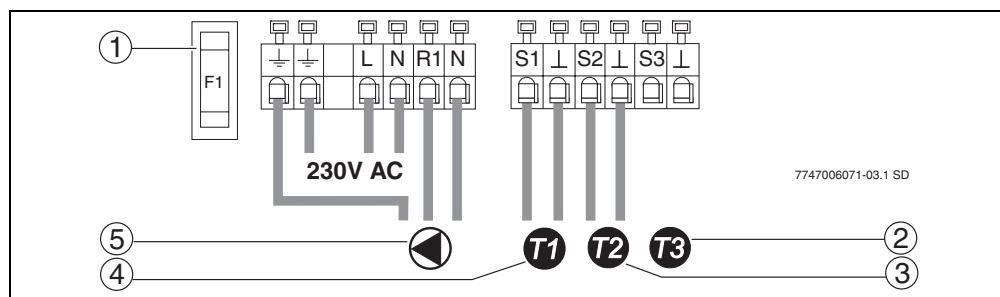

Fig. 6 Esquema de conexión
- Conecte los cables según el esquema de conexión (→ fig. 6).